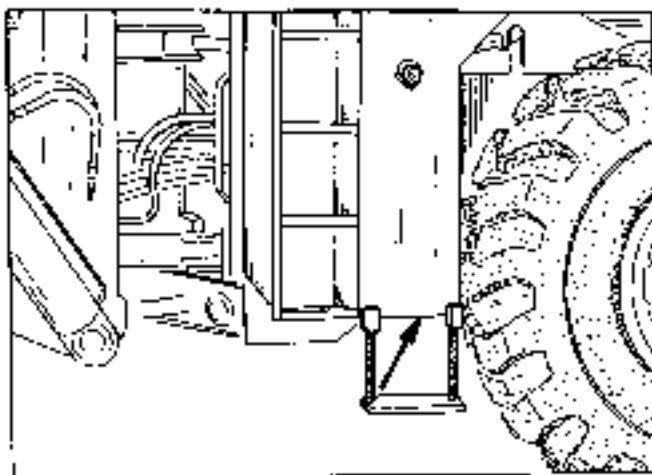

Рис. 5.57. Пробка сливного отверстия бака гидросистемы
- Открутить колпак сливной пробки (Рис. 5.57), вкрутить в сливную пробку наконечник специального сливного шланга, прикладываемого к машине, и слить масло в емкость, превышающую по объему емкость бака гидросистемы.